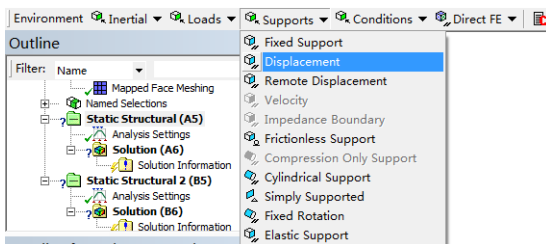

图 7-18 添加位移约束
2) 选择 Environment 工具栏中的“Supports”→“Displacement”，如图 7-18 所示，此时在树结构图中会出现“Displacement”选项。